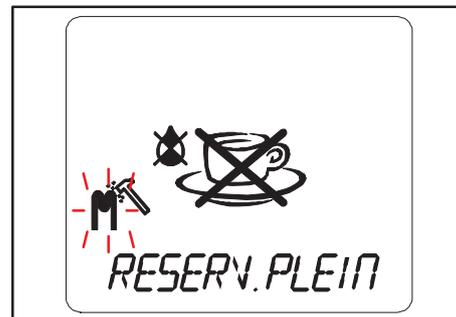

Fig. 84 Réservoir d'eau vide, remplissez le réservoir
Pour le **modèle sans arrivée d'eau fixe**, le réservoir d'eau amovible doit être rempli plusieurs fois pendant le processus de détartrage. Remplissez le réservoir à chaque fois que le symbole "RESERV.PLEIN" s'affiche à l'écran (fig. 84).
- Lorsque le symbole "RÉSERV.PLEIN" (fig. 84) s'affiche à l'écran pour la première fois, rincez soigneusement le réservoir d'eau à l'eau pour éliminer tous les résidus de détartrage.